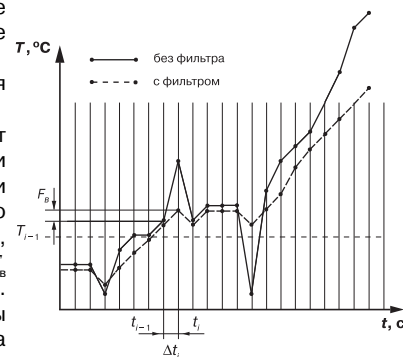

Рис. 4
3.1.4.4.2. Полоса цифрового фильтра позволяет защитить измерительный тракт от единичных помех и задается в единицах измеряемой величины. Если измеренное значение T_i отличается от предыдущего T_{i-1} на величину, большую, чем значение параметра F_b , то прибор присваивает ему значение равное $T_i + F_b$ (**рис. 4**). Таким образом характеристика сглаживается.
Как видно из **рис. 4**, малая ширина полосы фильтра приводит к замедлению реакции прибора на быстрое изменение входной величины. Поэтому при низком уровне помех или при работе с быстро-